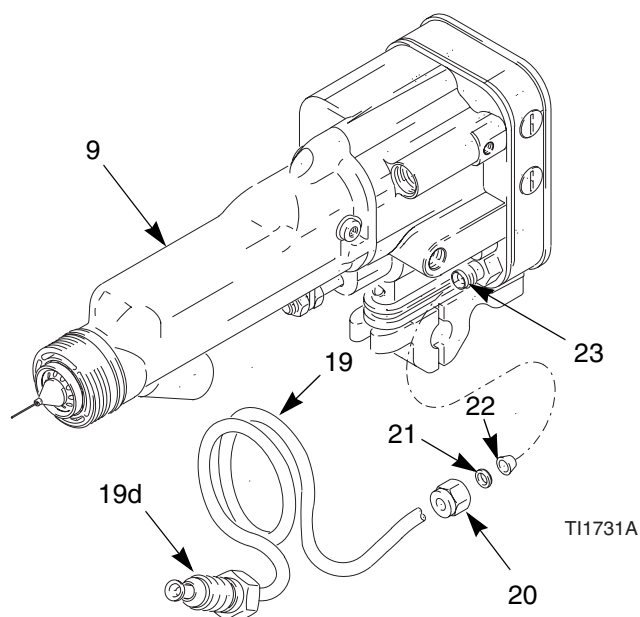

Fig. 10. Kit per la conversione HC
1. Spegner l'aria della turbina (TA).
4. Rimuovere l'anello di ritenzione (1), il cappello aria (3) e la protezione (2).
5. Fare riferimento allo schema delle parti per il modello 244589 a pagina 45. Allentare i dadi (20) e rimuovere il flessibile del fluido (19) e ferruli (21, 22). Rimuovere le altre parti (14, 15, 16, 17, 18) nell'ingresso del cannotto della pistola.
6. Far scorrere le bobine del tubo a controllo manuale (19) sul cannotto della pistola (9).
7. Assicurarsi che le filettature del cannotto siano pulite e asciutte. Applicare il grasso dielettrico Graco codice 116553 alle filettature e agli anelli di tenuta del raccordo del fluido (19d). Inserire il raccordo nell'ingresso del cannotto. Vedere Fig. 10.
8. Far scorrere il dado in nylon (20) e i ferruli (21 e 22) sul flessibile a spirale (19). Inserire l'estremità del tubo nel raccordo (23). Assicurarsi che i ferruli siano in posizione nel raccordo. Serrare il dado (20).